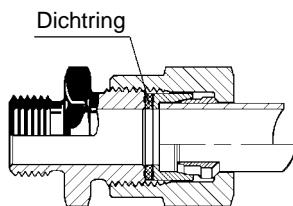

Abb. 4
- Verschraubung Druckanschluss möglichst gerade in Stoßausführung (siehe Abb. 4)